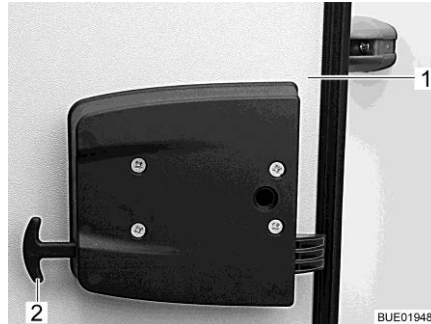

Bild 73 Nödupplåsning garagelucka
- Dra i båda handtagen på nödupplåsningen (Bild 73,2).
- Tryck garageluckan (Bild 73,1) utåt.